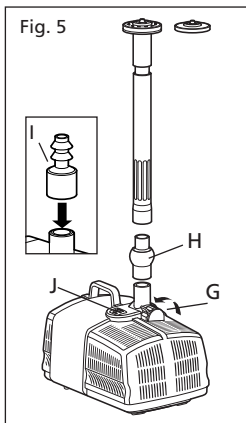

Fig. 5
2. Przytrzymując pompę jedną ręką, nacisnąć przycisk (J) na wierzchu pompy i otworzyć kłatkę filtra siatkowego. Zob. rys. 5.